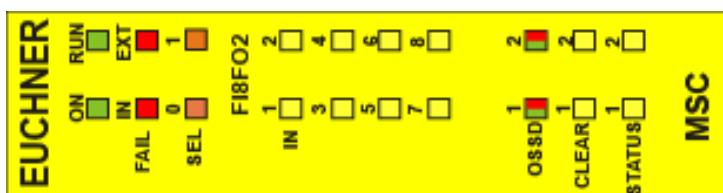

Figura 15:
**8.3.3. Módulo F18FO2 (Figura 15)**